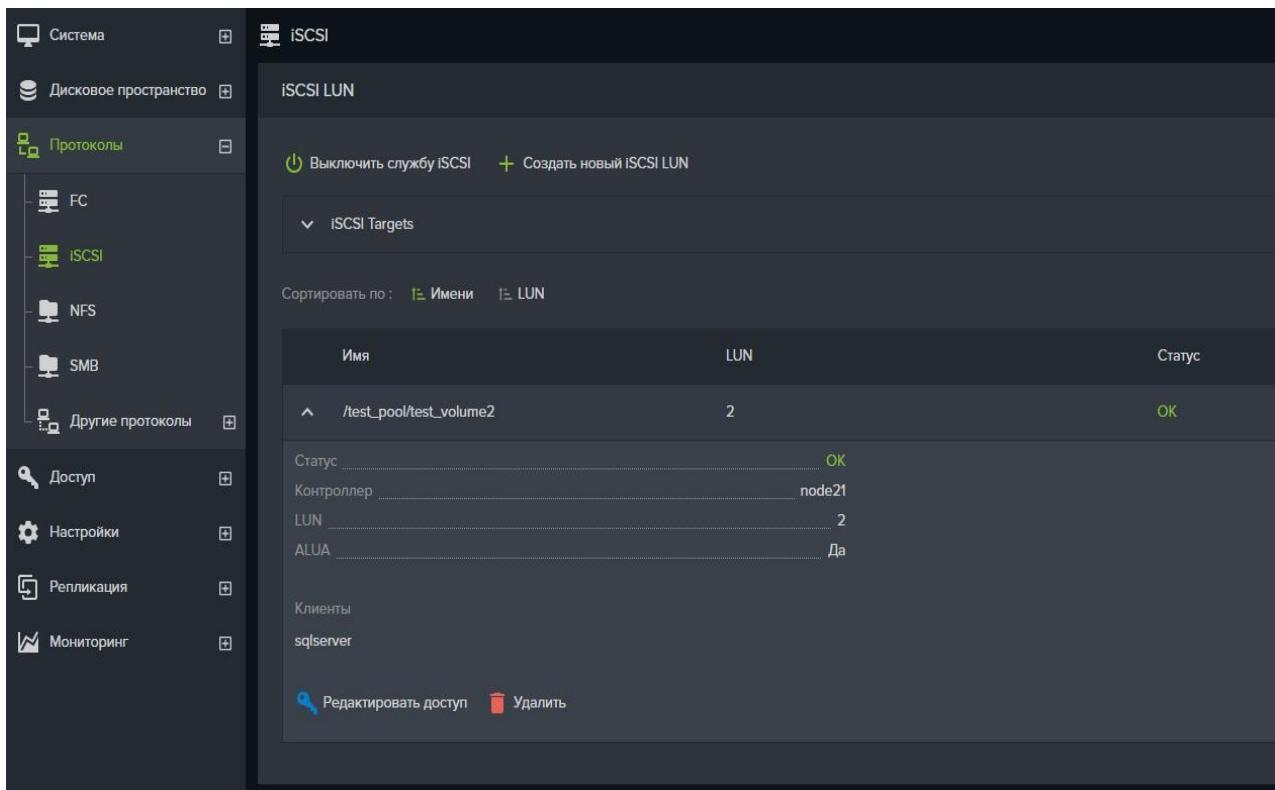

Рисунок 52 – Свойства iSCSI LUN
2. Выберите нужный iSCSI LUN из списка, развернув его панель свойств (см. Рисунок 52).